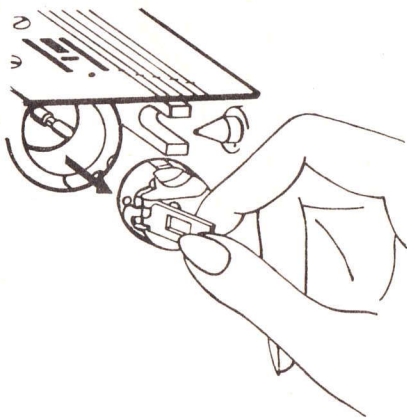

Abb. 7
9. Herausnehmen der Spulenkapsel (Abb. 7)
Beim Modell 8014/4140 heben Sie den Deckschieber 15 ab, beim Modell 8014/40 wird der Deckschieber aufgezogen, und greifen mit der linken Hand so in die Aussparung, daß Sie mit Zeigefinger und Daumen die Klappe der Spulenkapsel herausziehen können (Abb. 7).